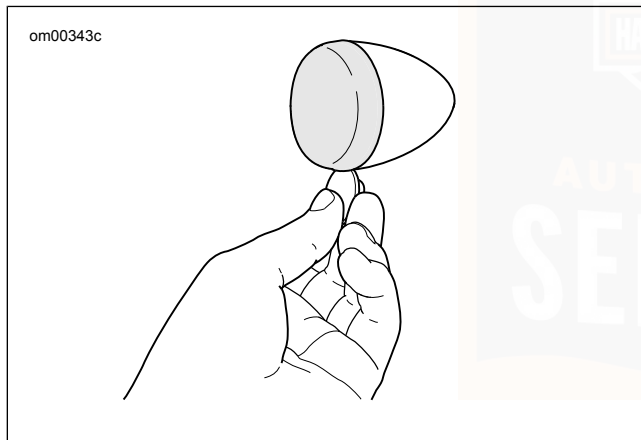

Abbildung 85. Streuscheibe entfernen.
1. Siehe Abbildung 85. Eine Münze in die Kerbe einsetzen. Vorsichtig drehen, bis der Streuscheibendeckel aus dem Lampengehäuse herauspringt.